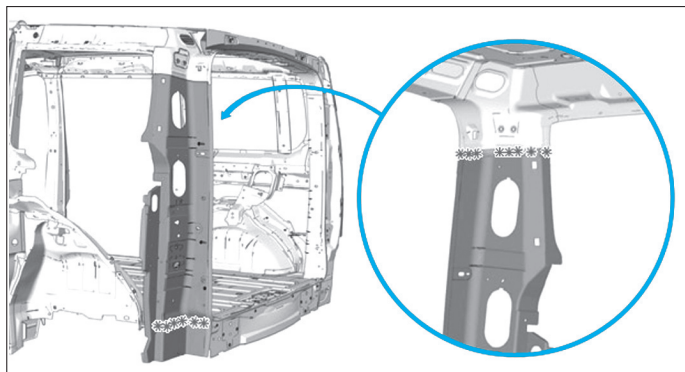

FIG. 97
- Fraiser les soudures du pavillon (Fig.97).